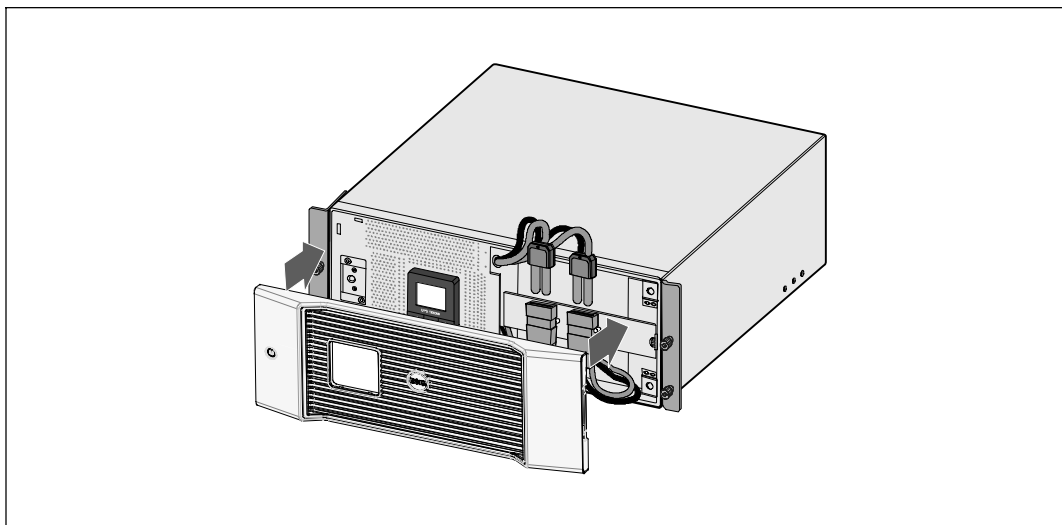

図 27. UPSのフロントカバーの取り外し方法
- 5 UPSのフロントカバーを取り外します（図 27を参照）。